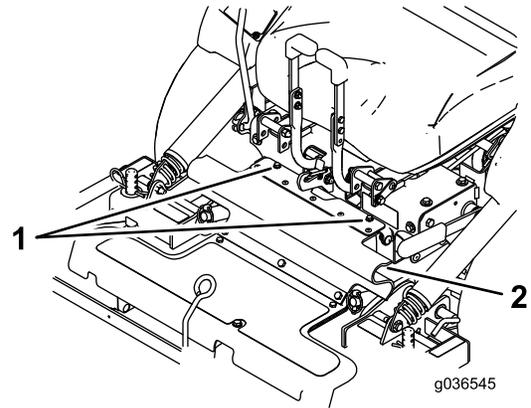

Bild 9
2. Lösen Sie die Schrauben, mit den die Schutzvorrichtung befestigt ist (Bild 9).
3. Befestigen Sie die Schutzvorrichtung mit den Schrauben (Bild 9).